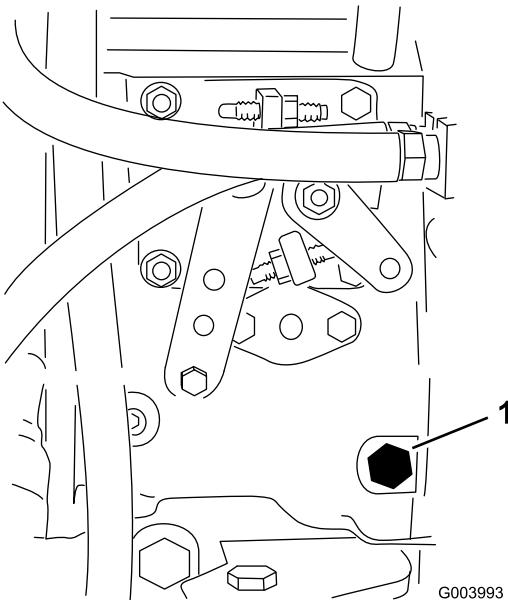

Figura 39
3. Con una chiave di 12 mm aprite la vite di spurgo dell'aria, situata sulla pompa di iniezione del carburante (Figura 39).